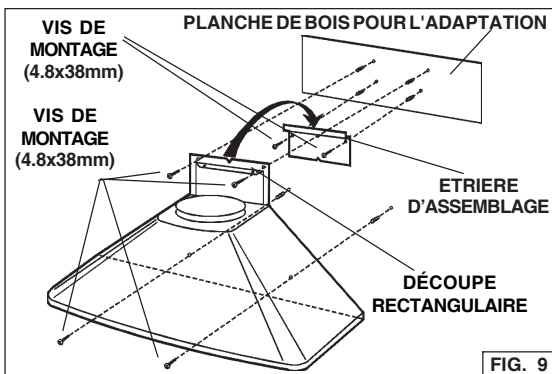

FIG. 9
3. Alignez l'ouverture rectangulaire située à l'arrière de la hotte avec le support de fixation murale. Abaissez lentement la hotte jusqu'à ce qu'elle s'emboîte avec le support (fig. 9).
4. Mettez la hotte à niveau et fixez-la au moyen de (4) vis de montage. Si vous ne disposez pas de poteaux de cloison ni d'armature, utilisez les ancres murales fournies (fig. 9).